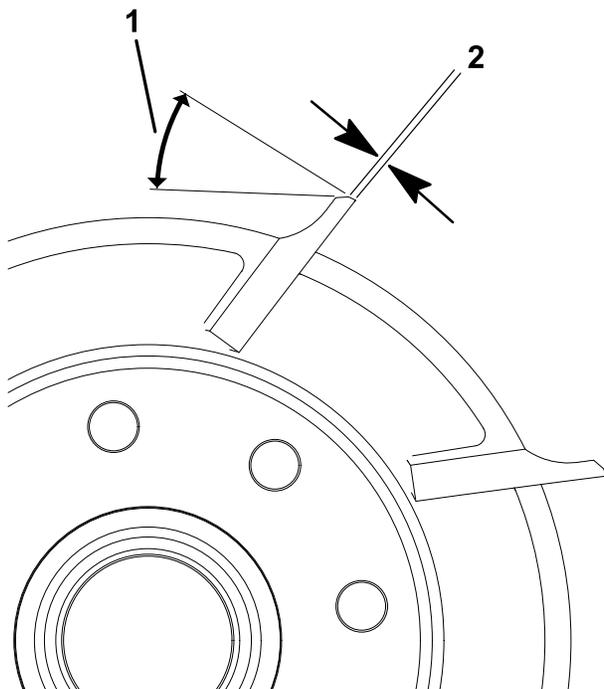

Figura 20
1. Aplique uma amolação de retificação de 30° em todas as lâminas do cilindro até que a folga tenha uma largura de 0,76 mm (Figura 20).